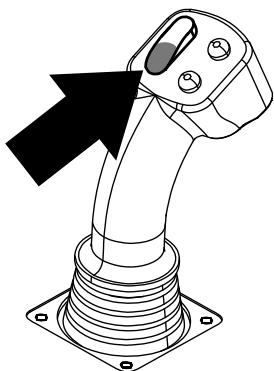
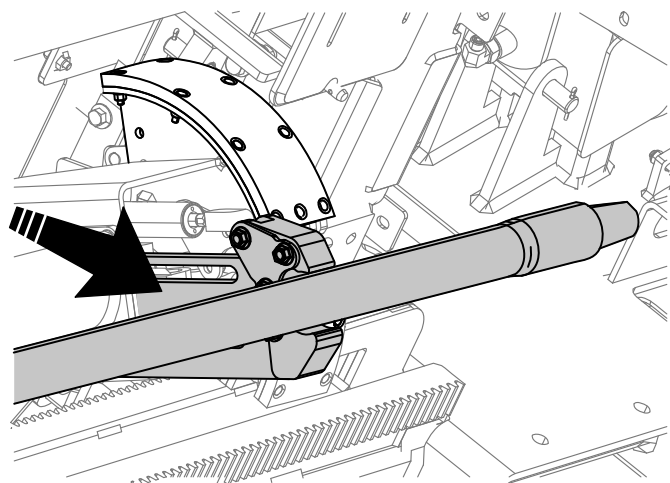

Figure 32
Figure 33
7. Maintenez le bas de l'interrupteur à bascule enfoncé (Figure 32) jusqu'à ce que les bras soient déployés (Figure 33).